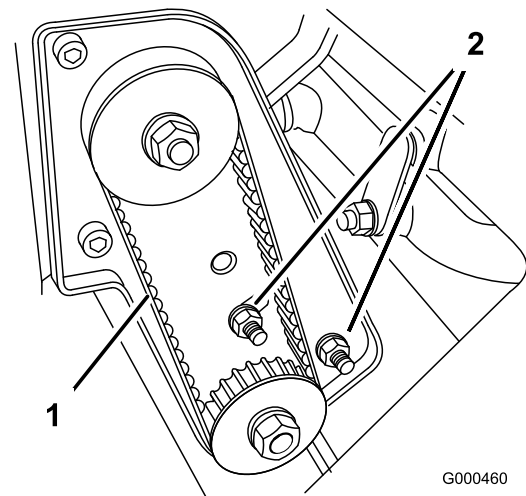

Bild 36
- A. Lösen Sie die Befestigungsmuttern des Lagergehäuses (Bild 36).
- C. Halten Sie die Einstellung des Drehmomentschlüssels und ziehen Sie das Lagergehäuse an den Befestigungsmuttern fest (Bild 36). Ziehen Sie den Riemen nicht zu stark an.